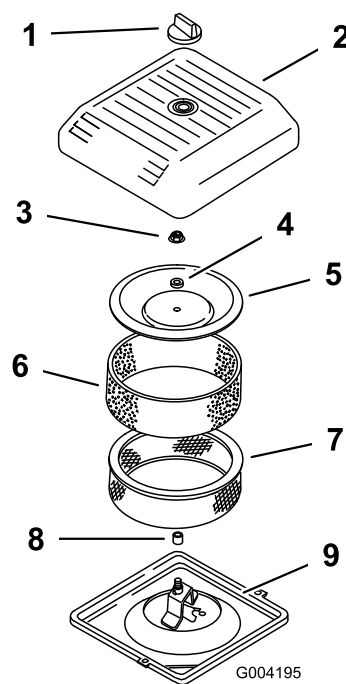

Figura 43
3. Desenrosque el pomo y retire la tapa del limpiador de aire (Figura 43).
4. Deslice cuidadosamente el prefiltro de gomaespuma para separarlo del elemento de papel (Figura 43).
5. Desenrosque la tuerca de la tapa y retire la tapa, el espaciador y el filtro de papel (Figura 43).
2. Coloque el conjunto del limpiador de aire sobre su base (Figura 43).
3. Instale la tapa y el espaciador y fíjelos con la tuerca de la tapa (Figura 43). Apriete la tuerca a 11 N m (95 pulgadas-libra).
4. Instale la tapa del limpiador de aire y sujétela con el pomo (Figura 43).